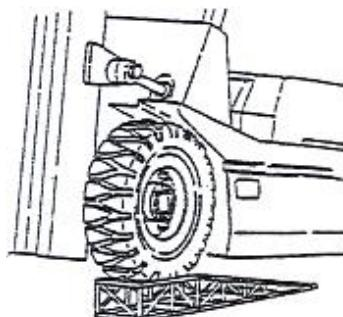

Рис. 2-38
- #### 7.4.4 Замените ролик основной мачты как показано на Рис. 2-38